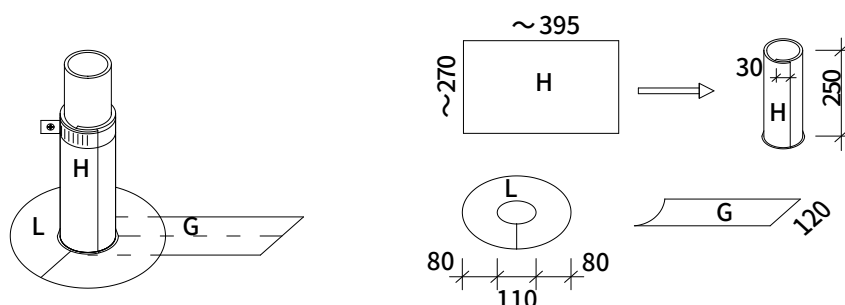

图 5 出屋面管防水卷材做法
(7) 平面卷材穿管破口处应采用卷材 G 盖缝，宽度 120mm，骑缝均分铺贴图 5)。G 盖缝条二长边与卷材 A 焊接，有效焊接宽度 $\geq 10\text{mm}$ 。出屋面管道根部应采用开口圆环 L 节点处理，圆环边宽度 80mm，中间开洞与管道紧贴，圆环开口处搭接宽度 5~10mm，圆环 L 外圈与卷材 A 的有效焊接宽度 $\geq 10\text{mm}$ 。管道采用卷材包裹，包裹卷材自行搭接及焊缝宽度为 30mm。包管卷材至管根应加热拉伸与平面卷材搭接，搭接宽度 $\geq 15\text{mm}$ （图 5）；